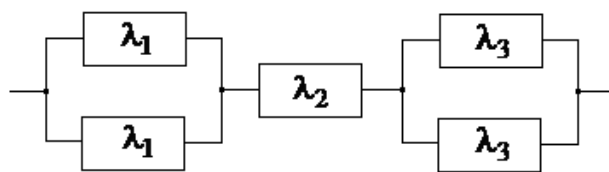

Рис. 5. Схема расчета надежности к задаче 6
6. Схема расчета надежности резервированного устройства приведена на рис. 5. Интенсивности отказов элементов имеют следующие значения:  $\lambda_1 = 0,23 \cdot 10^{-3}$  1/ч,  $\lambda_2 = 0,5 \cdot 10^{-4}$  1/ч,  $\lambda_3 = 0,4 \cdot 10^{-3}$  1/ч. Предполагаем, что последствие отказов элементов отсутствует. Необходимо найти среднюю наработку до первого отказа устройства.